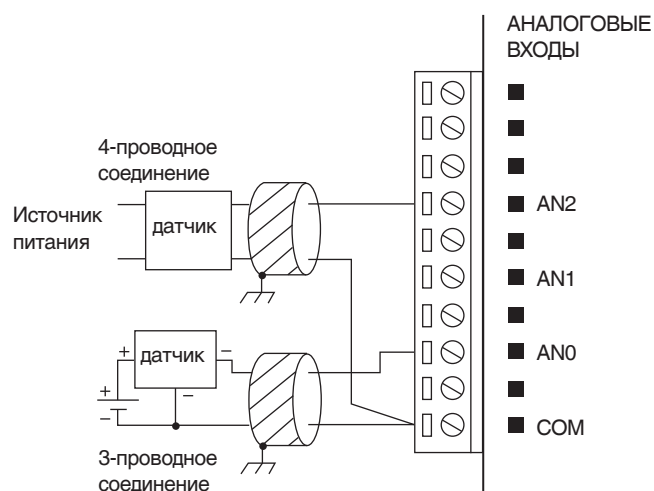

Рис. 18. Ток
- Используйте соответствующие провода, как показано на рис. 18, 19.